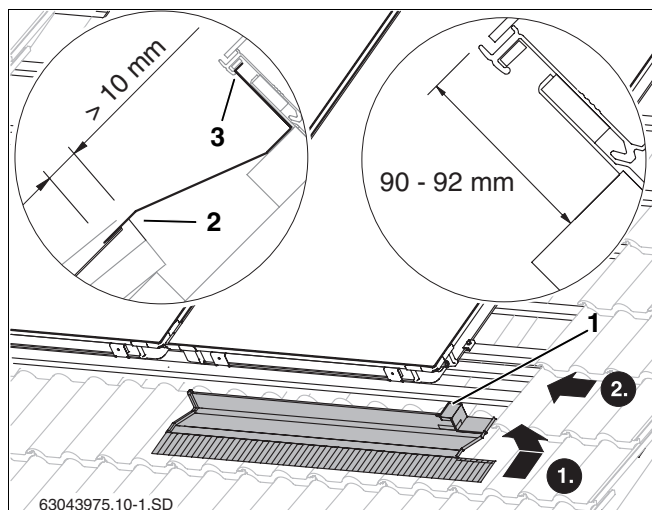
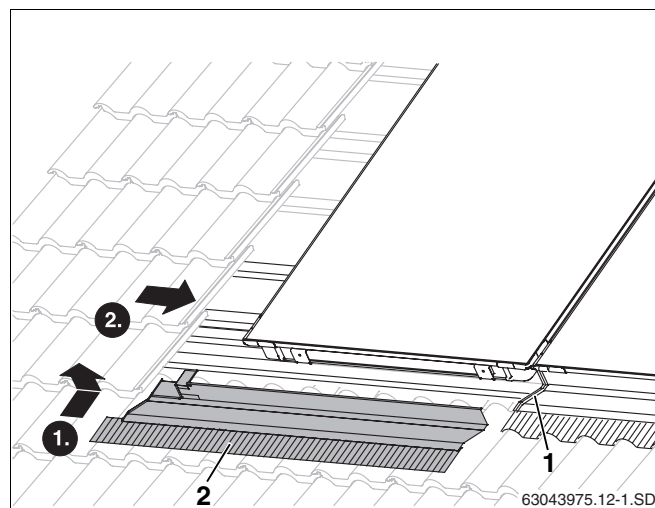

Fig. 43 Chapa protectora inferior derecha
Fig. 46 Montaje de la chapa protectora inferior izquierda
- Introduzca la chapa protectora derecha con el borde hacia arriba en la empunadura del colector (fig. 43, **pos. 3**).
- Deslice la chapa protectora hacia el colector hasta que el borde corto situado a la derecha (fig. 43, **pos. 1**) también se enganche en la empunadura del colector en la parte superior.
La chapa protectora debe apoyarse un mínimo de 10 mm sobre la teja (fig. 43, **pos. 2**).
- Coloque la chapa protectora izquierda (fig. 46, **pos. 2**) sobre la anterior y móntela como en el caso de la derecha (fig. 43).
Retire la lámina de protección del adhesivo de las chapas protectoras (fig. 46, **pos. 1**) cuando todas las chapas hayan sido fijadas mediante tornillos.